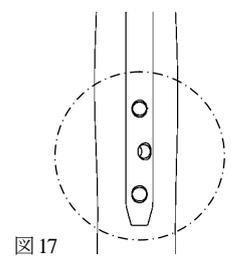

図 17
- 1) 正面像でネイルの遠位スクリーホールが真円に投影される様、透視装置の向きを調整します。(図 17)